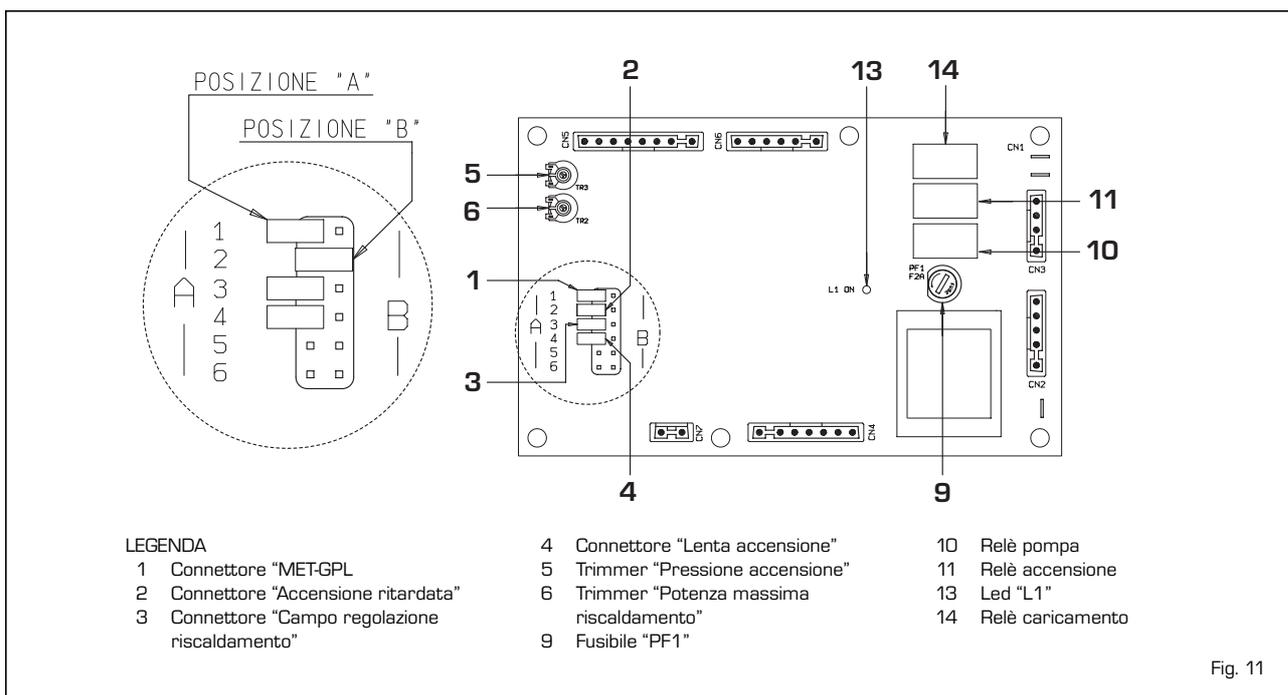

Fig. 11
- **Trimmer "PRESSIONE ACCENSIONE"** (5 fig. 11)
- **Trimmer "POTENZA MASSIMA RISCALDAMENTO"** (6 fig. 11)
- **Connettore "MET-GPL"** (1 fig. 11)
- **Connettore "ACCENSIONE RITARDATA"** (2 fig. 11)
- **Connettore "LENTA ACCENSIONE"** (4 fig. 11)
- **Connettore "CAMPO REGOLAZIONE RISCALDAMENTO"** (3 fig. 11)
- **Led "L1"** (13 fig. 11)
- Sfilare il collettore bruciatori (3).
- Sostituire gli ugelli principali (6) e la rondella in rame (4) con quelli forniti nel kit; per eseguire tale operazione usare una chiave fissa da 7.
- Spostare il ponte del connettore "MET-GPL" della scheda sulla posizione corrispondente al gas utilizzato (1 fig. 11).